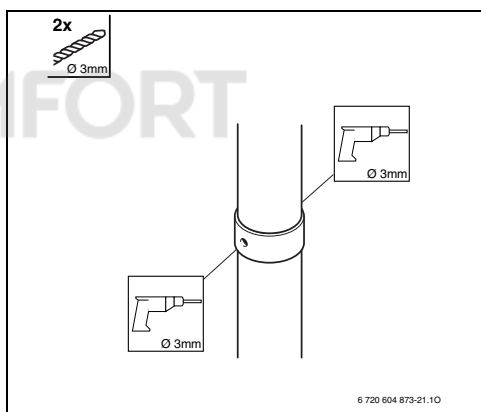

Рис. 37
- ▶ Высверлите два отверстия диаметром 3 мм в трубе воздуха горения. Максимальная глубина сверления – 8 мм. Крайне важно, чтобы дымовая труба не была повреждена (Рис. 37).